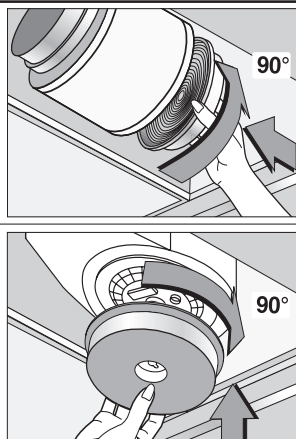

Fig.7
• Remplacement des lampes halogènes (Fig.7):